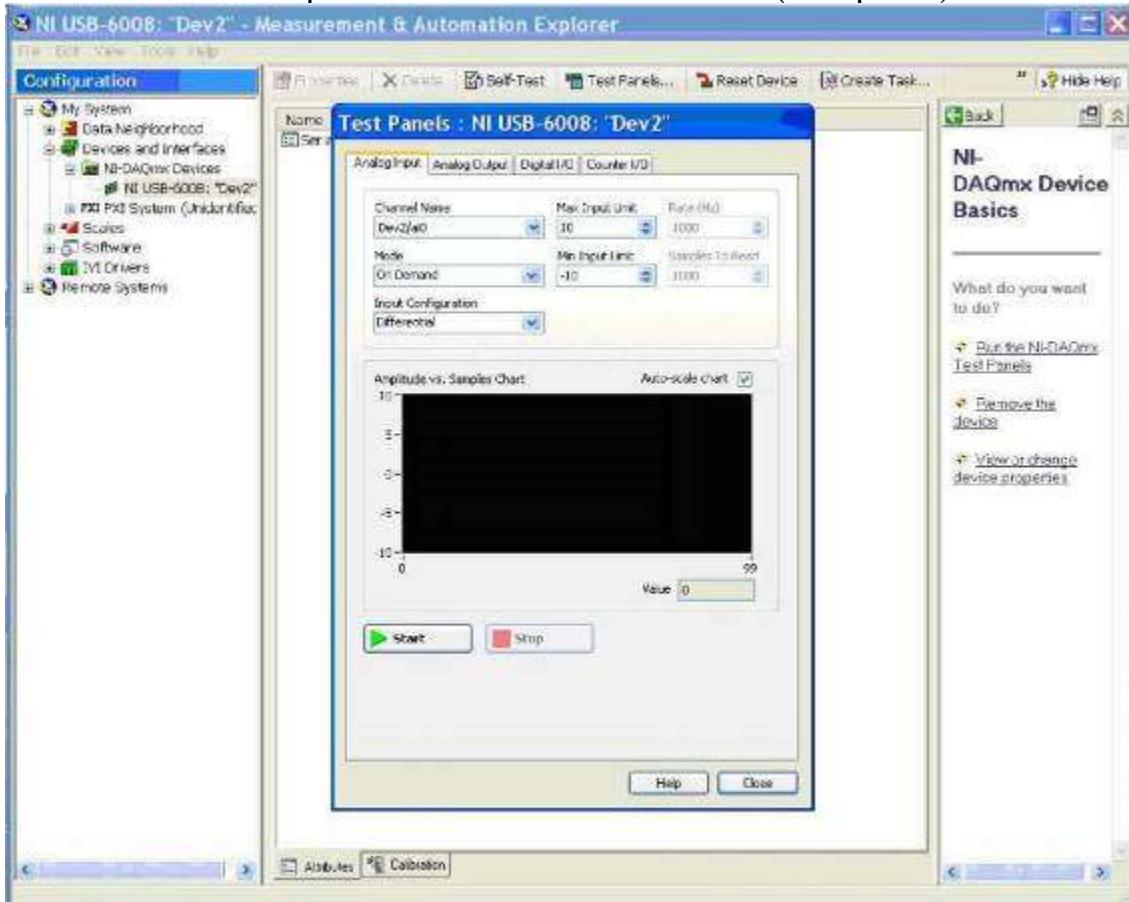

Рисунок 4.
4.9. Откроется окно тестовой панели (См. рис.4)